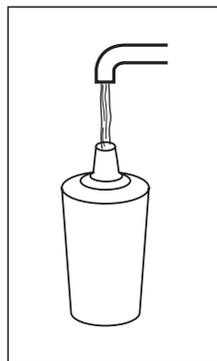

Fig. 20
- Llene el filtro de agua (Fig.20)